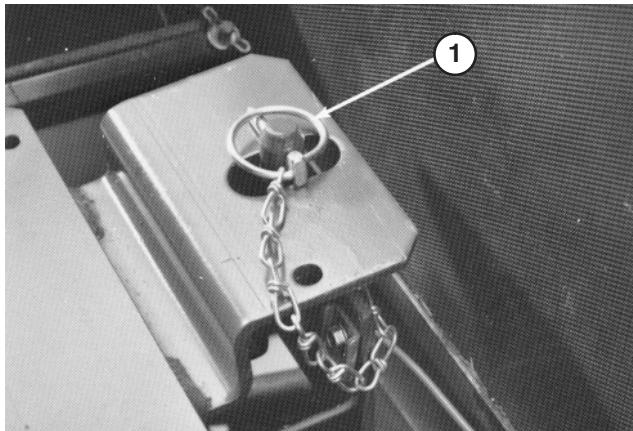

Bild 11
- Nehmen Sie die Sitzstützstange heraus und drehen Sie diese nach unten. Drehen Sie den Sitz nach unten und drücken Sie den Klappstecker durch den Bolzen am Sitzriegel. Legen Sie das Drahtende des Stifts über den Riegelbolzen (Bild 11).